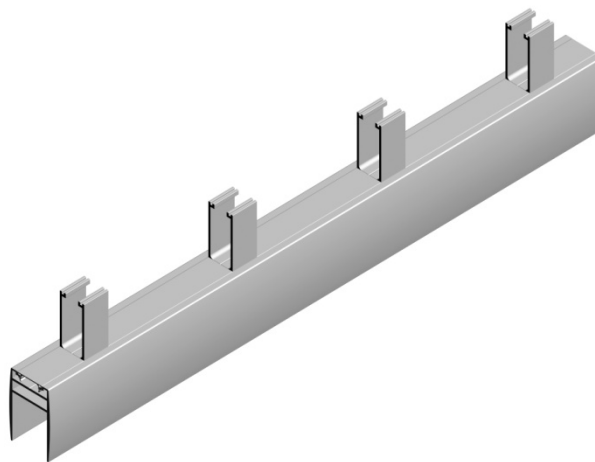

Рис. 6
- сборка нижней направляющей с закладными и дистанционными элементами осуществляется аналогично сборке поручня-подоконника (рис. 6);